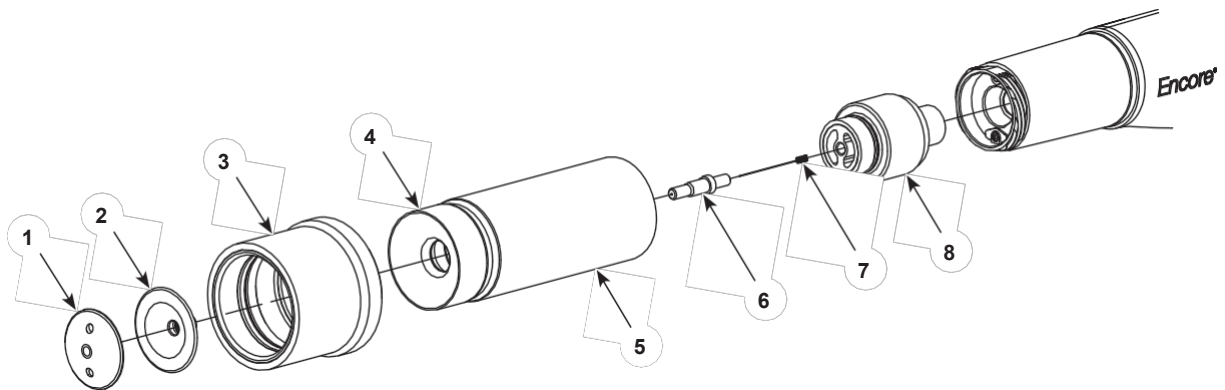

Рисунок 4-1 Очистка конического сопла
1. См. Рисунок 4-1. Придерживайте дефлектор (2) пальцем, отвинчивая крышку дефлектора (1). Аккуратно снимите дефлектор с держателя конического электрода (6).
2. Открутите гайку сопла (5) и снимите гайку, коническое сопло (4) и втулку шаблона (3) из пистолета-распылителя.
5. Осмотрите держатель электрода (6). Если держатель электрода изношен или поврежден, отвинтите его от опоры электрода, затем снимите электрод (7). Установите электрод в новый держатель, затем закрутите держатель в опору электрода (8). Установите узел опоры электрода (6, 7 и 8) в пистолет-распылитель.